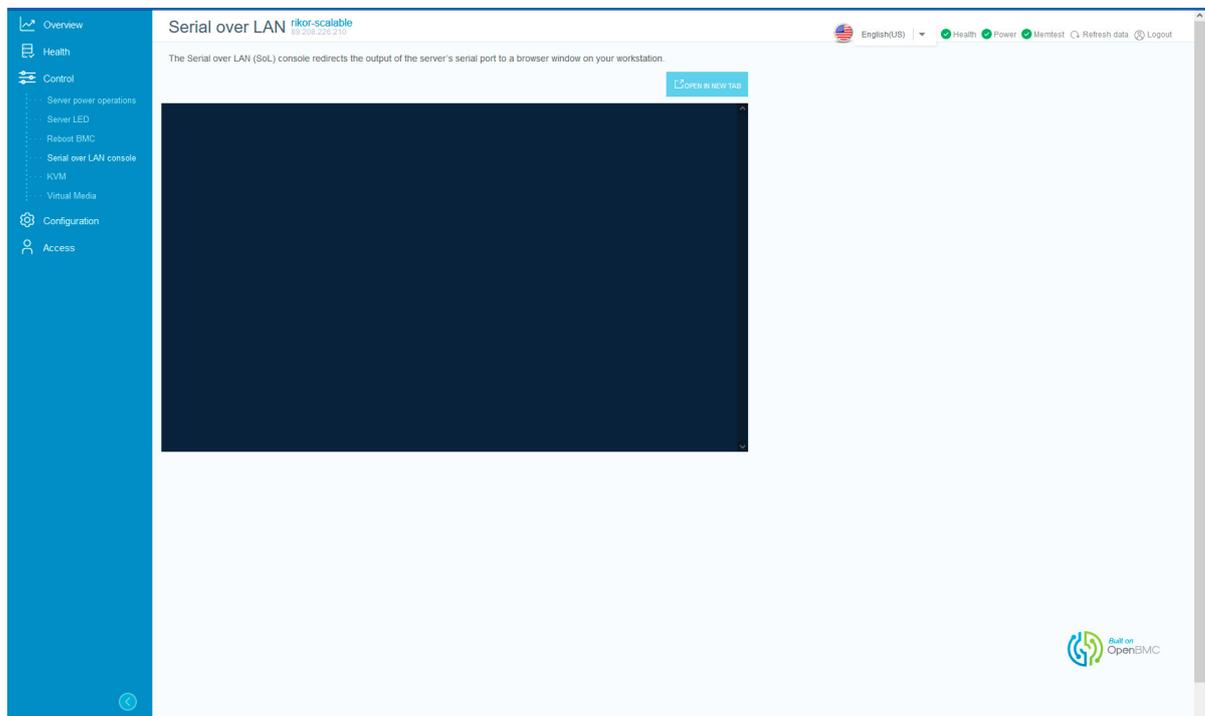

Рис. 78. Окно «Serial over LAN»
- 5) Пройдите во вкладку «Control» → «Serial over LAN» в данной вкладке осуществляется перенаправление выходных данных последовательного порта сервера в окно браузера вашей рабочей станции. Окно показано на рис. 78 Окно «Serial over LAN»